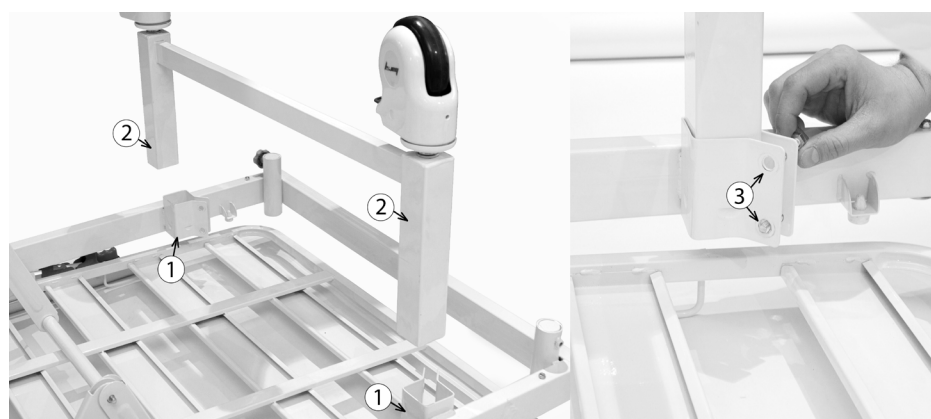

Рис. 6 Установка колесных рам.
8. Вставьте колесную раму (1) в отверстие матрасного основания (2) и, надев шайбу на винт, пропустите винт сквозь отверстия в хомуте (3). Наденьте вторую шайбу и затяните гайку. Таким же образом установите оставшиеся винты с шайбами и гайками (по 2 на каждую колесную раму)(см. Рис. 6).